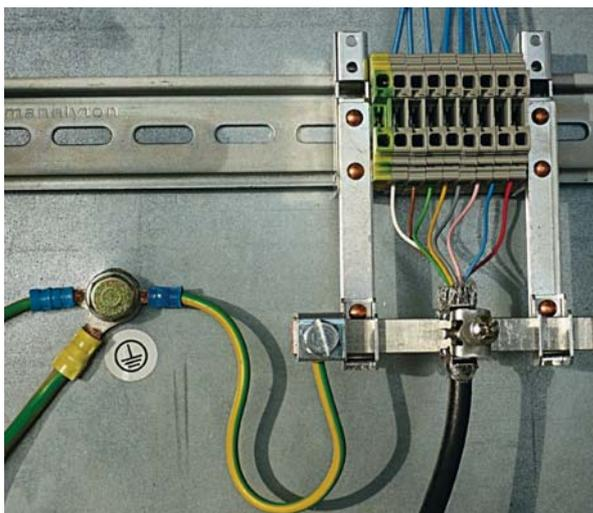

Figura 7.2: Applicazione della schermatura del cavo nel quadro elettrico
- ↪ Serrare la schermatura nel quadro elettrico su FE lungo la superficie (vedi figura 7.2).